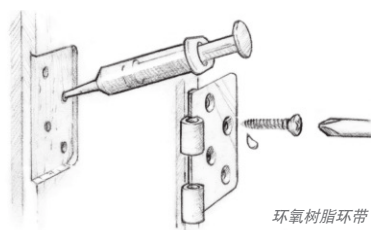

图15 浸湿标准导孔并安装紧固件。
1. 浸湿标准尺寸的导孔。用管道清洁器或注射器将混合物顺利地加入孔眼中(图15)。根据需要增稠第二层环氧树脂,以便剥落或钻大孔眼。